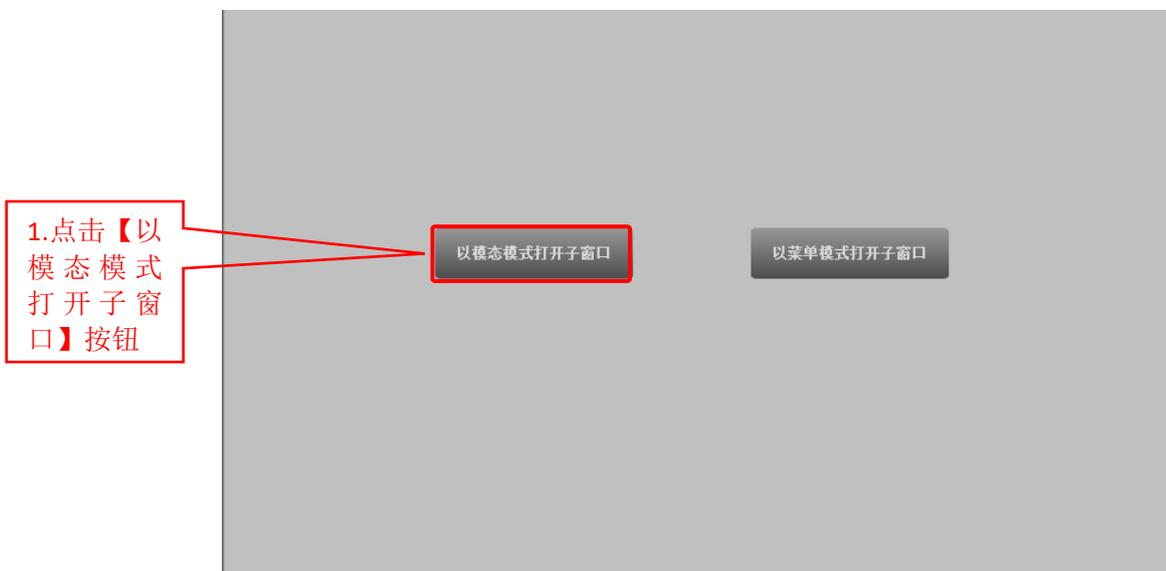

图 11.2-12 启动画面
- ④ 组态完成后保存工程，然后下载工程，下载成功后点击启动运行。启动时画面如图 11.2-12 所示：